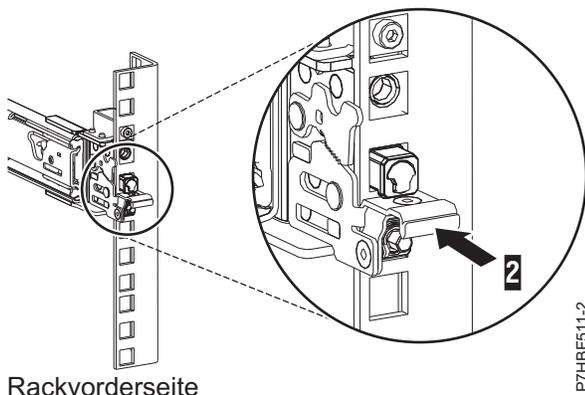

Abbildung 6. An der vorderen Schiene des Racks sitzende Verriegelung
7. Stellen Sie sicher, dass alle drei Stifte aus den Bohrungen herausragen, wenn Sie die Schiene nach vorne ziehen, und drücken Sie dann die vordere Verriegelung (2) ganz hinein. Einzelheiten finden Sie unter Abb. 6.